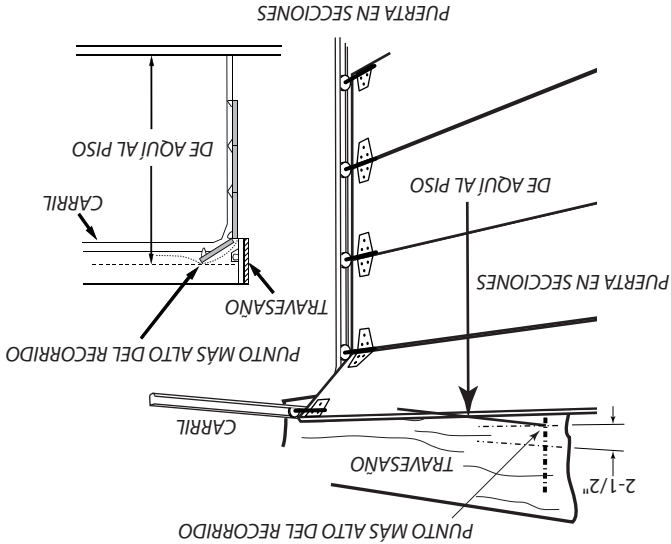

FIG. 2-2 Encontrando el punto más alto del recorrido
- Mida la altura del borde superior de la puerta al piso (Fig. 2-2).
2. Superior alcance la altura máxima (Fig. 2-2).